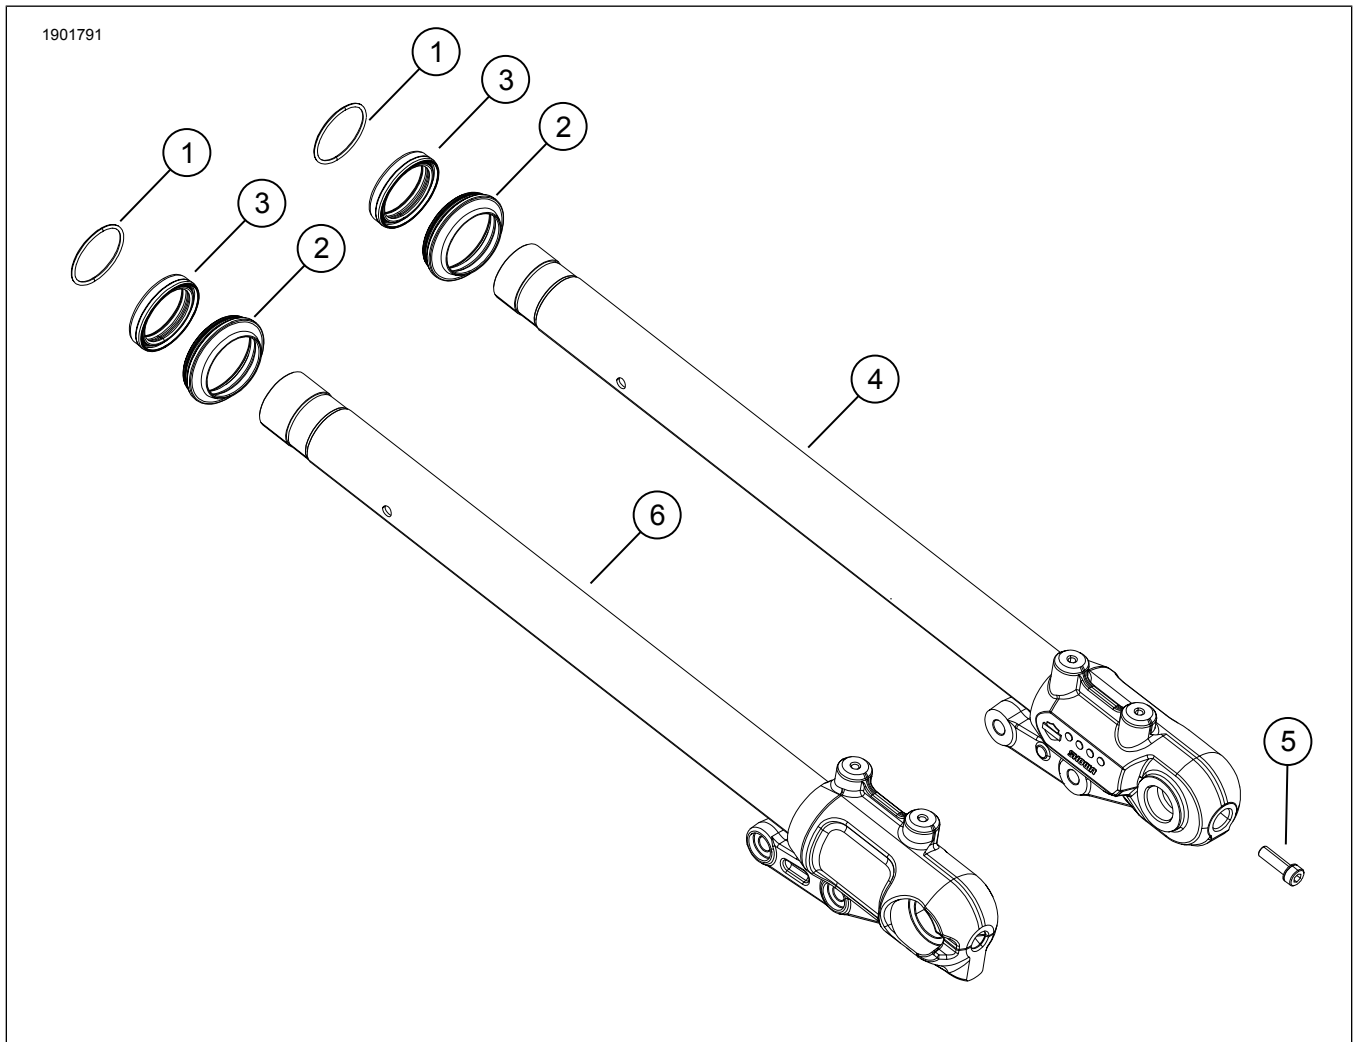

Figure 1. Contenu du kit : Kit de tube de fourche inversée Softail (DLC)
1. Figure 1 Assemblez la fourche inversée gauche à l'aide des **nouveaux** éléments 1, 2, 3, 4 et 5 du kit. Consultez le manuel d'entretien.